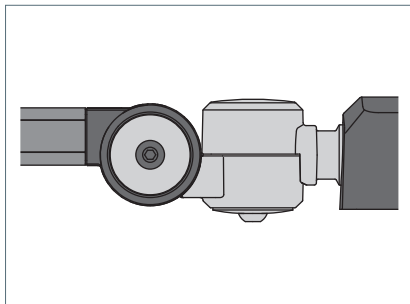

Fig. 4: Articulation et vis de l'articulation.
- ▶ Serrer chaque vis de l'articulation jusqu'à ce que le luminaire reste dans la position requise, voir Fig. 4.